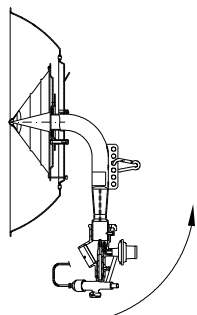

Fig. 12
- Llevar el aparato a la posición que indica la Fig.12. Golpear ligeramente el tubo para desprender el polvo acumulado en sus paredes, alternando con sacudidas del aparato.
- Hold the system in the position indicated in Fig.12. Lightly tap the tube to free any dust that has built up on its walls, alternating with shaking the system.
- Mettre l'appareil dans la position indiquée sur la Fig. 12. Taper légèrement sur le tube afin de décoller la poussière déposée sur les parois de celui-ci, en secouant l'appareil de temps à autre.